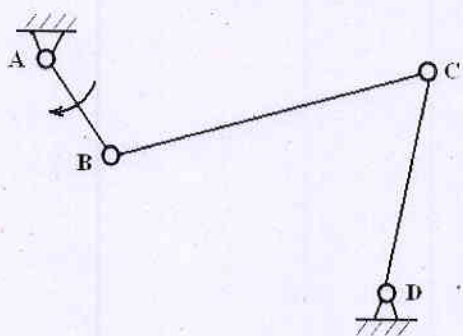

图 5 (题三、2 图)
2. (15 分) 如图 5 所示曲柄摇杆机构, 已知各构件的长度为  $l_{AB} = 240\text{mm}$ ,  $l_{BC} = 600\text{mm}$ ,  $l_{CD} = 500\text{mm}$ ,  $l_{AD} = 800\text{mm}$ 。试作: